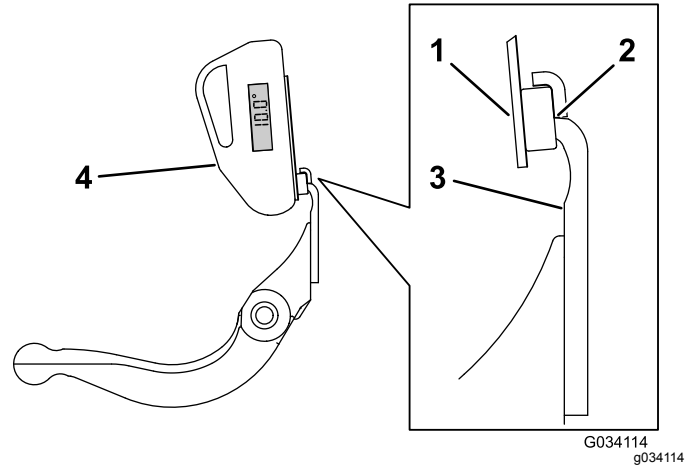

Figura 26
3. Coloque el soporte del indicador de ángulo sobre el filo de la contracuchilla de manera que el borde del imán esté enrasado con el filo de la contracuchilla (Figura 26).
4. Coloque el indicador de ángulo en el soporte, según se muestra en Figura 26.